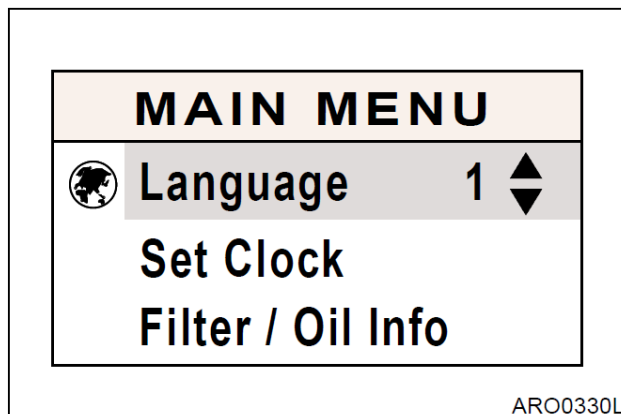

Рис. 13
3. Кнопка "ENTER" (↵, 3 на рис. 13): Переводит меню в выбор режима. После выбора меню эта кнопка используется как кнопка выбора.